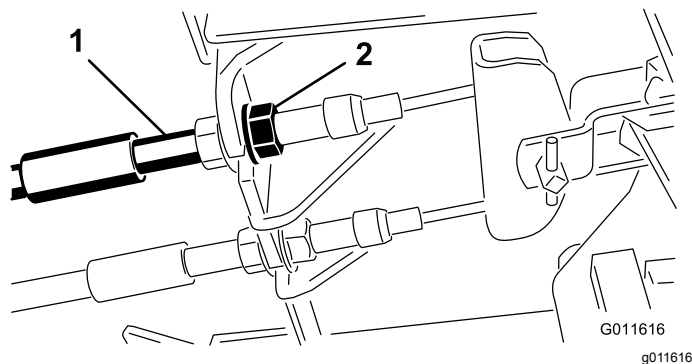

図 46
1. 遊びを減らすブレーキを締めるには、ブレーキケーブルのねじ山の前ナットをゆるめ、後ろのナットを締める 図 46。